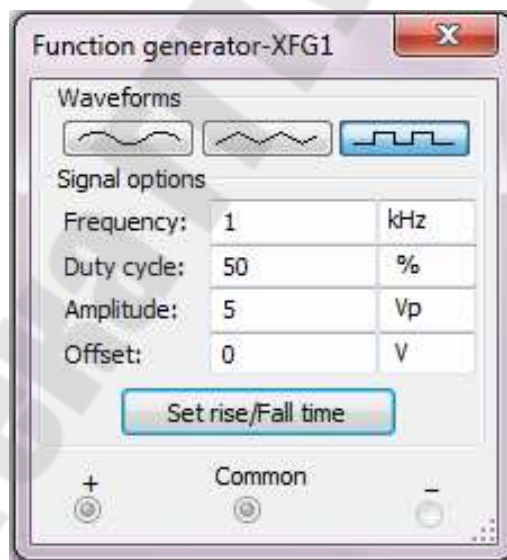

Рис. 6.2. Параметры функционального генератора
2. Установить параметры функционального генератора в соответствии с рис. 6.2. Исследовать работу двоичного счетчика U1A, привести осциллограммы на его выходе и сделать выводы о закономерностях формирования выходных напряжений счетчика.